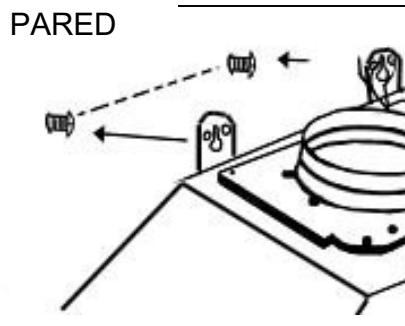

Figura 6
- Asegure el soporte de montaje de la cubierta de conductos en la pared con dos tornillos (no incluidos). (Figura 6) Asegúrese que todos los tornillos estén apretados. NOTA: La cubierta de conductos interna cubrirá el soporte de montaje para la cubierta de conductos.